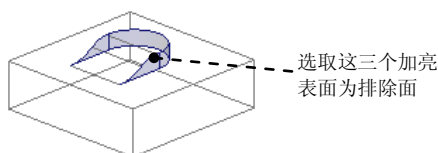

图 11.8.19 选取排除面
(5) 定义排除面。单击 选项卡并单击排除冲孔模型曲面下的空白区域，然后按住 Ctrl 键，选取图 11.8.19 所示的三个表面为排除面。
(6) 单击操控板中的 按钮，预览所创建的成形特征，然后单击 按钮。